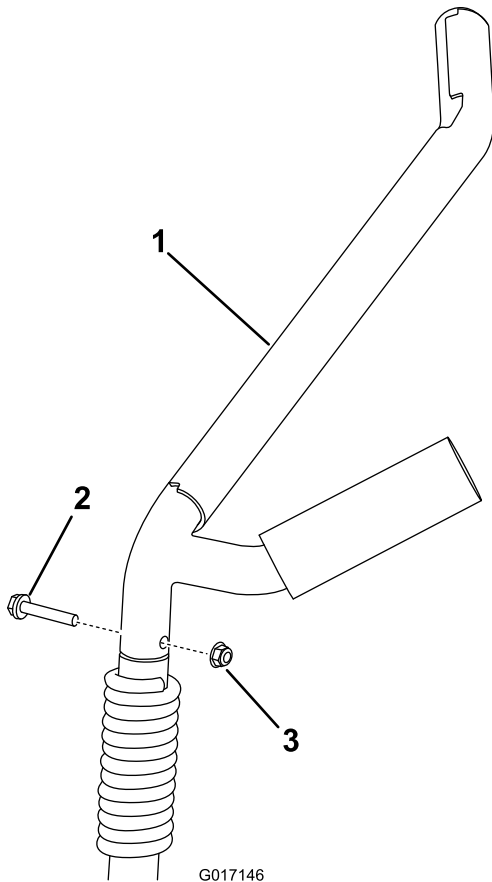

Bild 7
1. Entfernen Sie die Schraube und Mutter, um jeden der zwei vorhandenen Auslegerwiegearme zu entfernen (Bild 7).